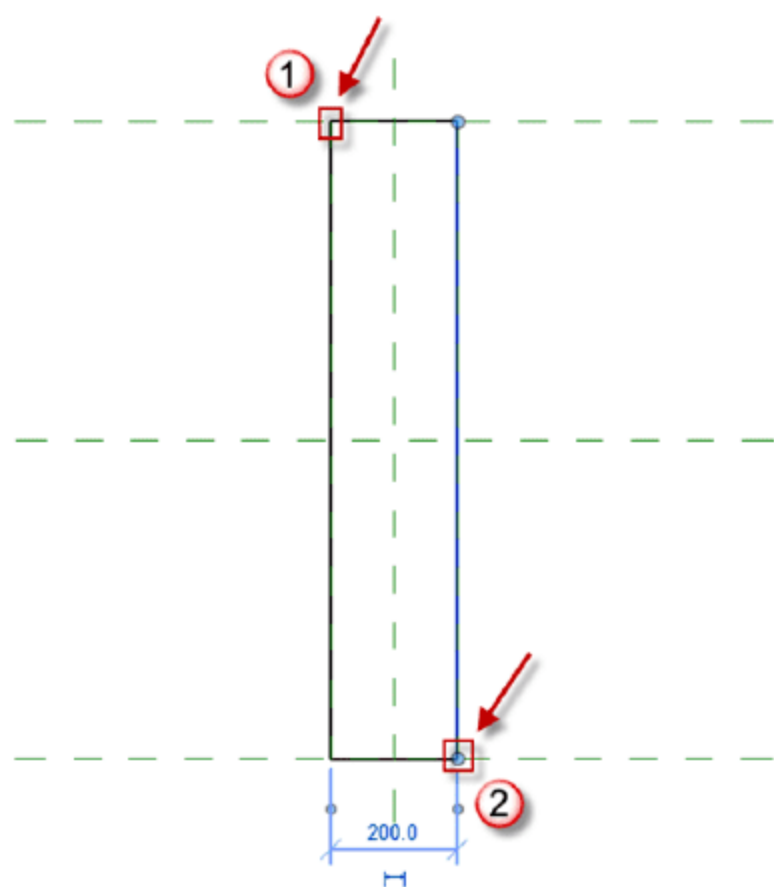

图 10.1.35 完成“半开洞墙”轮廓的创建
(4) 创建“半开洞墙”轮廓。选择“创建”→“直线”→“轮廓”命令，在“绘制菜单”下选择“矩形”绘制工具，单击“1”点和“2”点，完成“半开洞墙”轮廓的绘制，如图 10.1.35 所示。